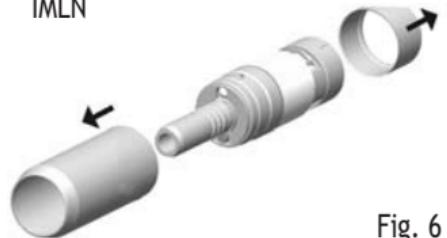

Fig. 6
- Sterilisering av huven: enbart för IML (fig. 6). Kontrollera att sterilisatorenhet och vatten är rena. Efter varje steriliseringssykel ska